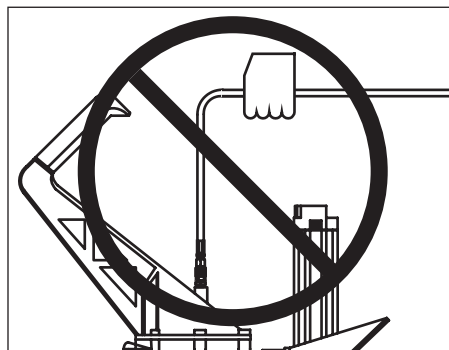

Figure 3 - Ne pas transporter la cloueuse par le tuyau à air
*Ne jamais transporter la cloueuse par le tuyau à air. Ne jamais tirer sur le tuyau pour déplacer la cloueuse ou le compresseur. Garder le tuyau à air à l'écart de la chaleur, l'huile et les objets pointus. Remplacer les tuyaux endommagés, faibles ou usés. Sinon, il y a risque de blessures personnelles ou de dommage à l'outil. Voir Figure 3.*